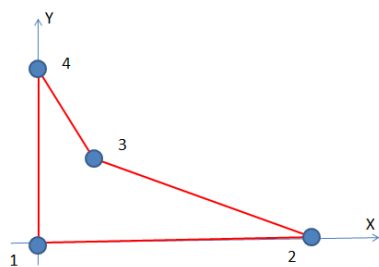

Figura 1: Elemento isoparamétrico
Dada la viga cuyas dimensiones son las mostradas en la Figura 1, suponiendo que la densidad del material es  $7850 \text{ kg/m}^3$ , la aceleración de la gravedad es  $9.81 \text{ m/seg}^2$ , el Módulo de Elasticidad  $E = 200 \text{ GPa}$ , el coeficiente de Poisson  $0.30$  y con un espesor de  $10 \text{ cm}$ . Calcule y programe por el método de Elementos Finitos los campos de esfuerzos (tensiones), desplazamientos y deformaciones de dicha viga, utilizando un modelo bidimensional de Tensión Plana:
- Un elemento isoparamétrico tiene cuatro nodos en los vértices de coordenadas cartesianas  $(0,0)$ ;  $(40,0)$ ;  $(10,10)$  y  $(0,20)$  expresadas en cm (ver la Figura 1). Calcular: